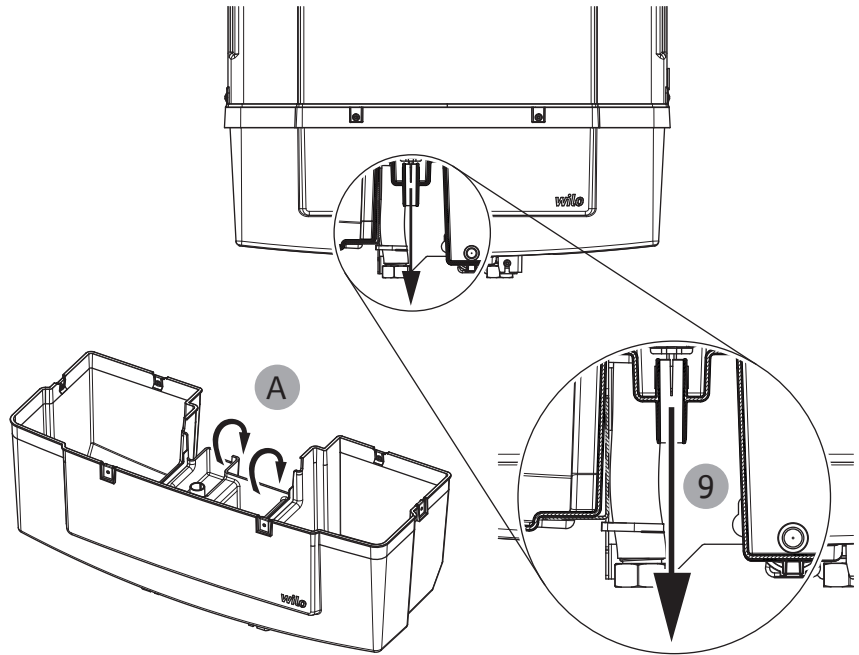

Fig. 11: Überlauf
- Keine Geräte oder Gegenstände unterhalb des Produkts aufstellen oder anbringen. Das System besitzt einen integrierten Überlauf (Fig. 11, Pos. A).